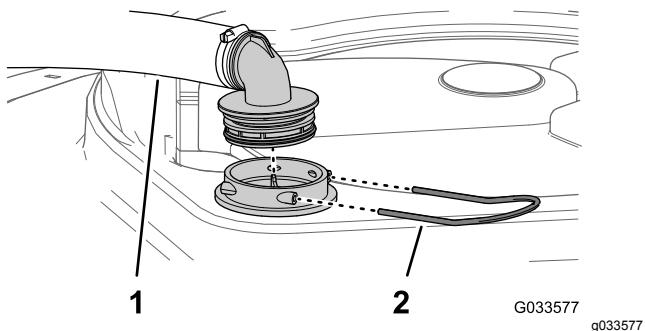

图 46
2. 在打药机药缸的顶部拆下固定从过滤器外壳连接至大软管的软管接头的卡环 图 46。
3. 从过滤器外壳上拆下软管和软管接头 图 46。